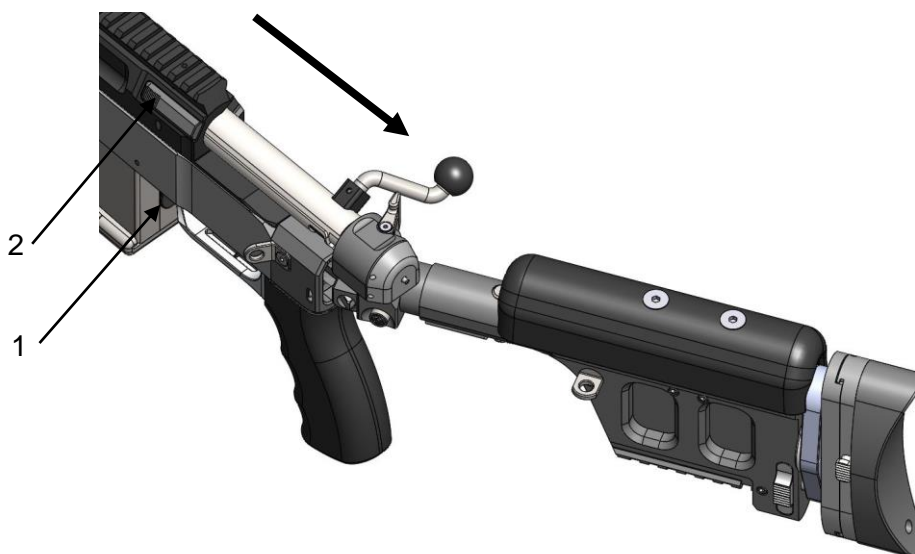

Bild 10
- (1) Magazin entnehmen
- Magazin durch betätigen des Magazinhalters „1“ (Bild 10) aus der Hülse entnehmen
- (2) Verschluss entnehmen
- Schlosshalter „2“ (Bild 10) drücken und gleichzeitig Verschluss nach hinten entnehmen.